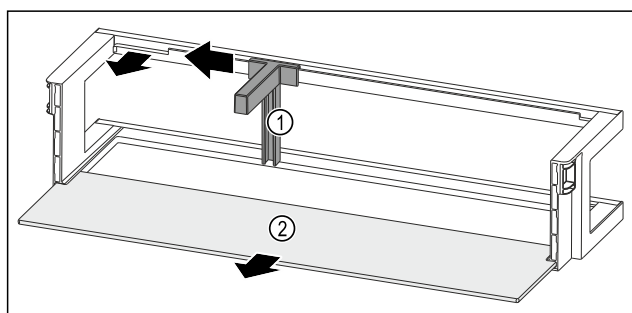

Fig. 163 Рафт на врата с преграда за бутилки и рафт
- Плъзнете преградата за бутилки Fig. 163 (1) настрани до прореза.
- Свалете преградата за бутилки Fig. 163 (1).
- Свалете рафта Fig. 163 (2).